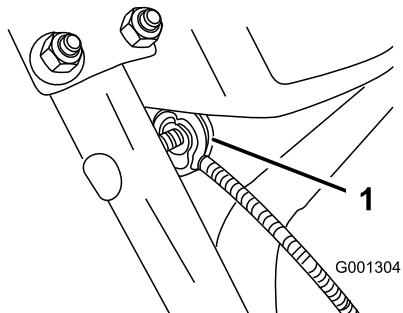

Figura 8
3. Togliete il dado e la rondella dalla stegola, attaccate alla stegola il serrafiletto presente sul cavo, montate il dado e la rondella e serrate a mano il dado (Figura 8).